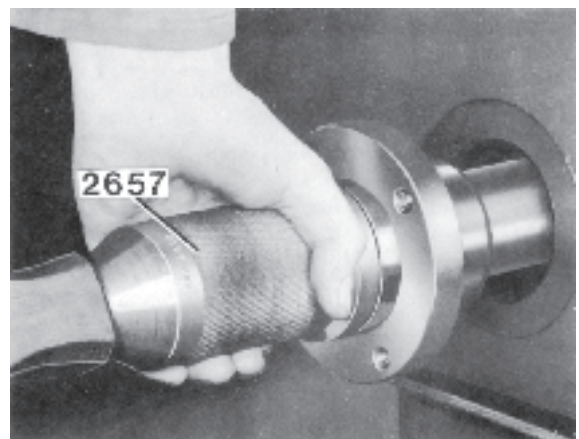

Fig. 53 Remontage de la tête « polygon »
9. Mettre un peu de graisse au sulfure de molybdène à l'extrémité du vilebrequin. Monter l'outil de centrage pour le mandrin 2657 à l'extrémité du vilebrequin. Chauffer la tête « polygon » jusqu'à environ 100°C. Faire rentrer la tête « polygon » en frappant rapidement sur l'outil jusqu'à environ 5 mm du plan du pignon (figure 53).
7. Mettre un peu de graisse au bisulfure de molybdène à l'extrémité du vilebrequin. Monter l'outil de centrage pour le mandrin 2657 sur l'extrémité du vilebrequin. Chauffer la tête « polygon » à environ 100°C. Enfoncer rapidement cette tête sur l'extrémité du vilebrequin jusqu'à environ 5 mm du plan du pignon (fig. 53).